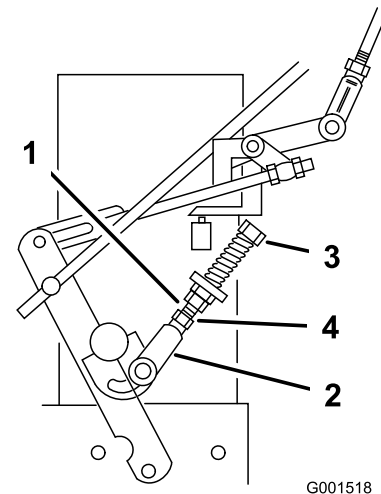

Figure 37
9. Si la roue tourne quand le levier de déplacement est maintenu au point mort, il faut régler les timoneries de commande du point mort (Figure 37). Si la roue s'arrête, passez à l'étape 12.
10. Desserrez l'écrou contre la chape de timonerie de commande de point mort (Figure 37).
11. Ajustez la timonerie de commande du point mort jusqu'à ce que la roue motrice correspondante s'arrête quand le levier de commande est tiré contre le ressort de point mort (position point mort) (Figure 37).
12. Tournez le boulon de réglage de 1/4 de tour approximativement dans le sens horaire si la roue tourne en arrière, ou de 1/4 de tour approximativement dans le sens anti-horaire si la roue tourne en avant (Figure 37).